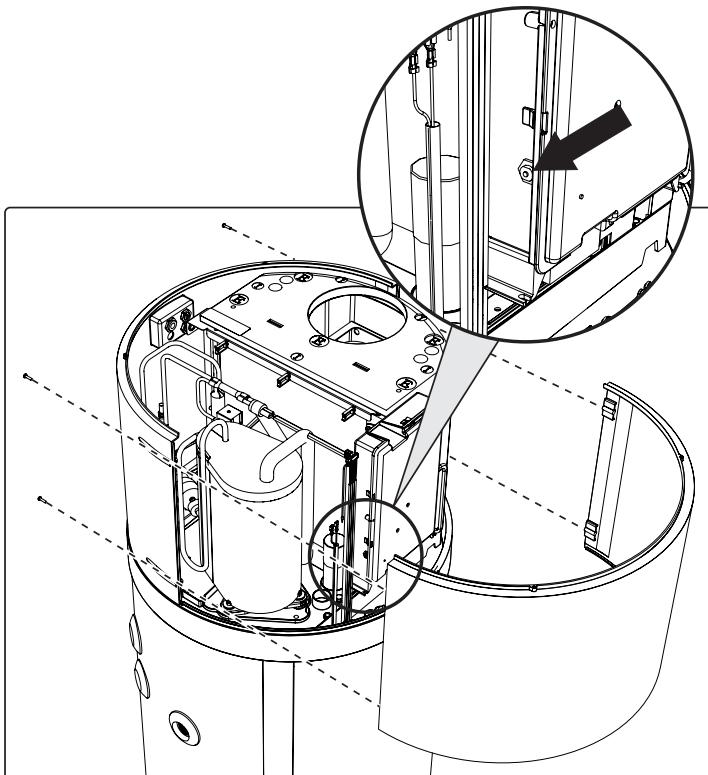

Abb. 48- Entfernen der Frontplatte
- Entfernen Sie die Frontplatte und setzen Sie das ausgelöste Sicherheitsthermostat manuell zurück (Abb. 48). Im Fall eines Auslösens steht der zentrale Stift des Thermostats ungefähr 2mm heraus.